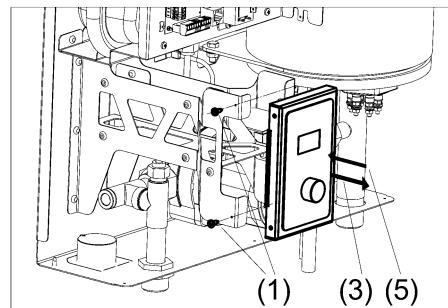

Рисунок 20. Замена блока управления
- (1) Выкрутите по два самореза самореза с левого и правого торца кронштейна (см. рис. 20).
- (2) Аккуратно выдвиньте блок управления на себя.
- (3) Отсоедините коммутационный шнур от прежнего блока управления
- (4) Подсоедините коммутационный шнур к новому блоку управления.
- (5) Поставьте новый блок управления на прежнее место.
- (6) Вкрутите по два самореза самореза с левого и правого торца кронштейна
- (7) Подсоедините коммутационный шнур к новому блоку управления.
- (8) Поставьте новый блок управления на прежнее место.
- (9) Вкрутите по два самореза самореза с левого и правого торца кронштейна.